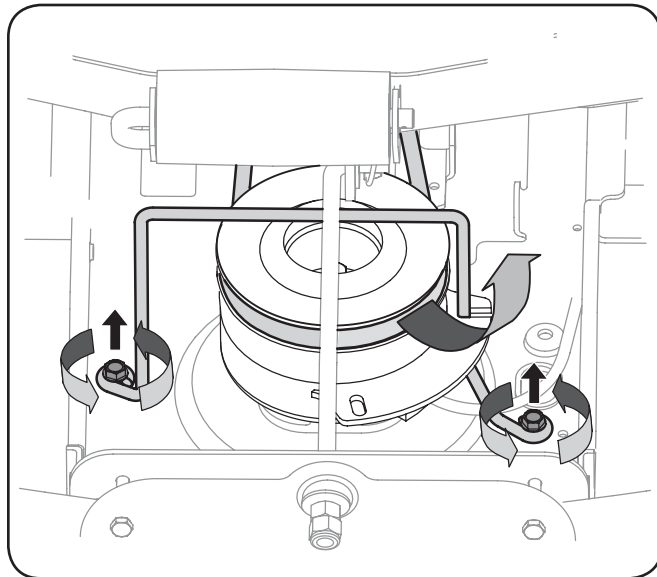

Figure 7-1
3. Localisez l'embrayage de la prise de force sous l'avant du tracteur. Voir la Fig. 7-1.
4. Démontez le dispositif de protection de la courroie et la courroie comme suit. Voir la Fig. 7-1.